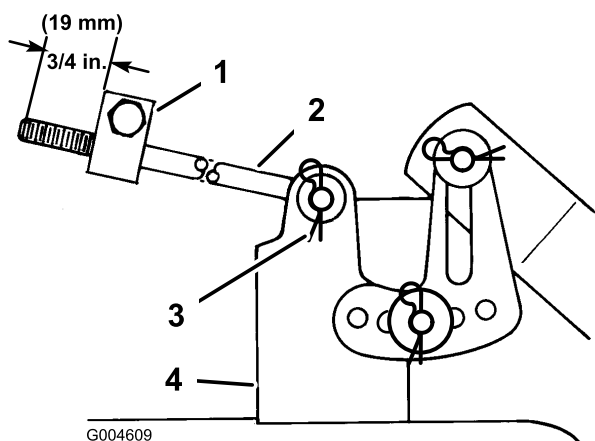

Figura 47
11. Mida la longitud de la varilla que se extiende por delante del bloque de ajuste en cada lado del chasis (Figura 47). Si la longitud de la varilla no es de 19 mm, retire el pasador de horquilla y la arandela del extremo de la varilla (Figura 47), y gire la varilla hasta obtener la dimensión de 19 mm.